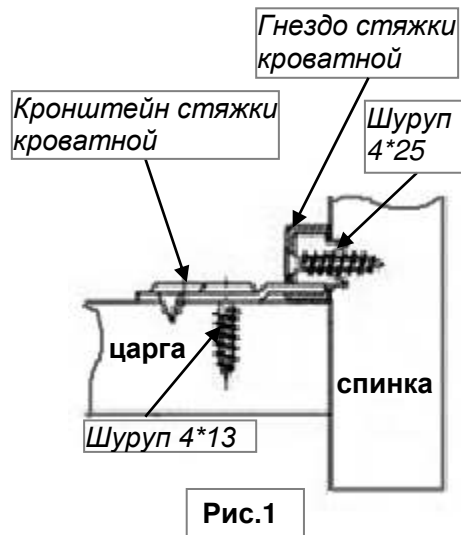

Рис.1
2. Шипы кронштейна стяжки кроватной вставьте в отверстия на внутренней стороне царги (поз.4), как показано на рис 1 и закрепите их на шурупы 4\*13 (смотри рис. 1) .